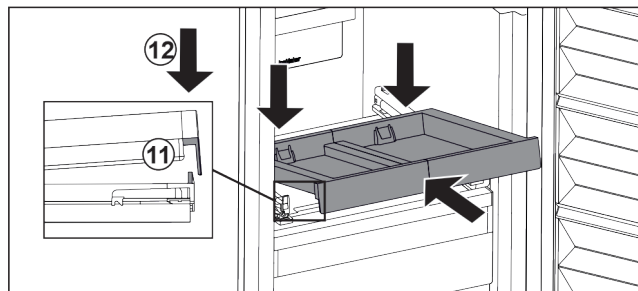

Fig. 32
- ▶ Wsunąć pod skosem. Zwrócić uwagę, aby ogranicznik znajdował się po obu stronach za nakładką. Fig. 32 (11)
- ▶ Osadzić wysuwaną półkę z przodu. Fig. 32 (12)